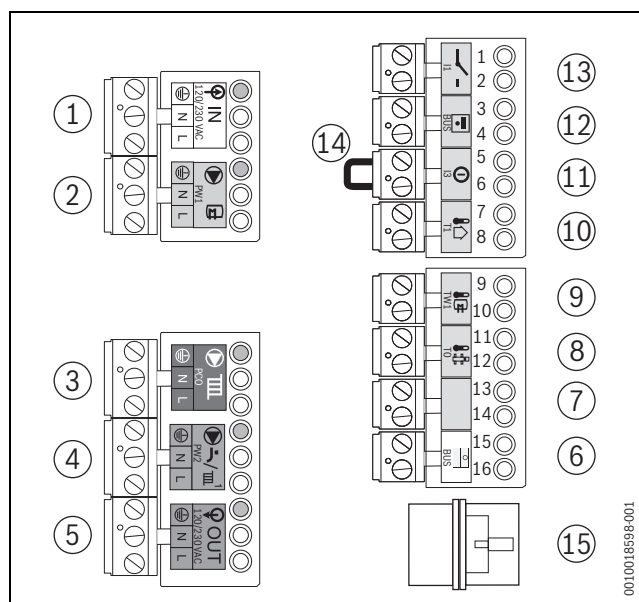

Fig. 46 Morsettiere
- Collegare il regolatore di temperatura ambiente di tipo on/off sul morsetto di collegamento I1 (→ fig. 46, [13], pag.) (accessorio).
- Collegare il regolatore su morsetto di collegamento  **BUS** (→ fig. 46, [6], page). Per fare ciò, utilizzare un cavo bipolare con sezione da 0,4 a 0,75 mm².
- Collegare il cavo di collegamento [2] al morsetto di collegamento arancione  **BUS** (→ fig. 46, [6], page) e portarlo al primo modulo di funzione.
- Rimuovere il ponticello (→ fig. 46, [14], page) sul morsetto di collegamento I3.
- Collegare la sonda di temperatura esterna al morsetto di collegamento T1 (→ fig. 46, [10], page).
- Collegare la sonda di temperatura dell'accumulatore al morsetto di collegamento TW1 (→ fig. 46, [9], page).
- Collegare il circolatore di riscaldamento al morsetto di collegamento verde PCO (→ fig. 46, [3], page).
- Collegare la pompa di ricircolo al morsetto di collegamento viola PW2 (→ fig. 46, [4], page).
- Collegare il circolatore carico accumulatore al morsetto di collegamento grigio PW1 (→ fig. 46, [2], page).
- Collegare la valvola a 3 vie esterna al morsetto di collegamento grigio PW1 (→ fig. 46, [2], page).